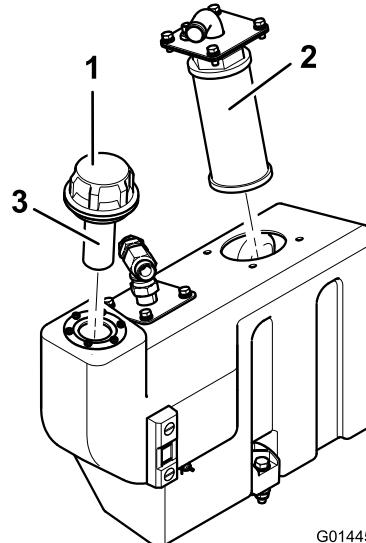

Bild 89
- Nehmen Sie den Saugflansch des Ölbehälters ab, um an das Saugsieb zu gelangen (Bild 89).
- Schrauben Sie das Sieb ab, nehmen Sie es heraus und reinigen Sie es mit Paraffin oder Petroleum, bevor Sie es wieder einsetzen (Bild 89).